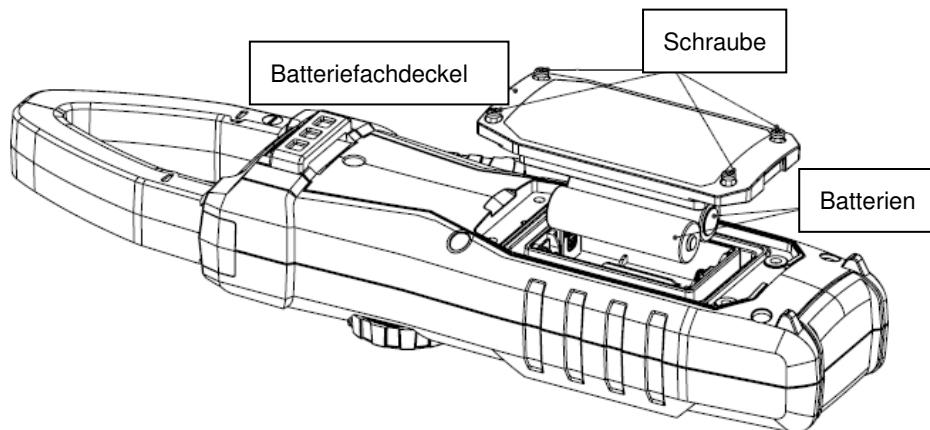

Abbildung 13
3. Batteriewechsel (Abbildung 13)